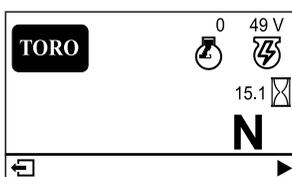

図 16
- **主画面** 図 16: キーが ON 位置にある時に、マシンの現在の情報を表示します。